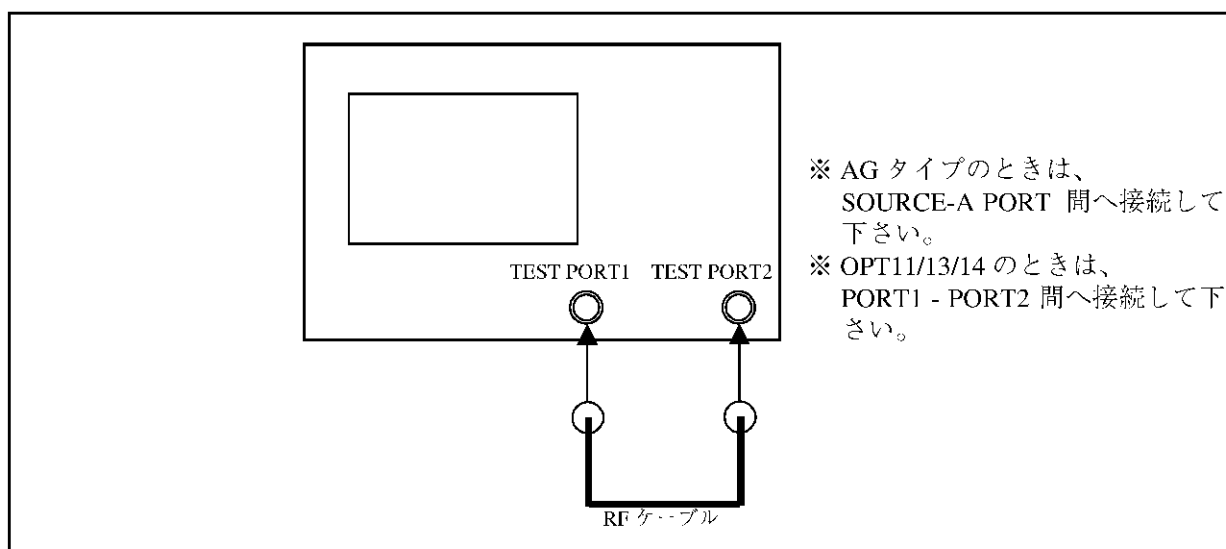

図 10-38 アッテネーション確度測定接続
- RF ケーブルと変換コネクタ (OPT12/13 のときは RF ケーブルのみ) を使用して、TEST PORT1-TEST PORT2 間を図 10-38 のように接続します。